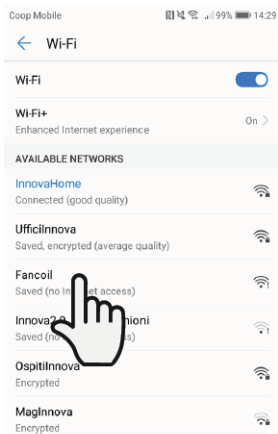

Figure 9-4
3. válassza ki a „Fancoil” hálózatot (Figure 9-4; 9-4 ábra)